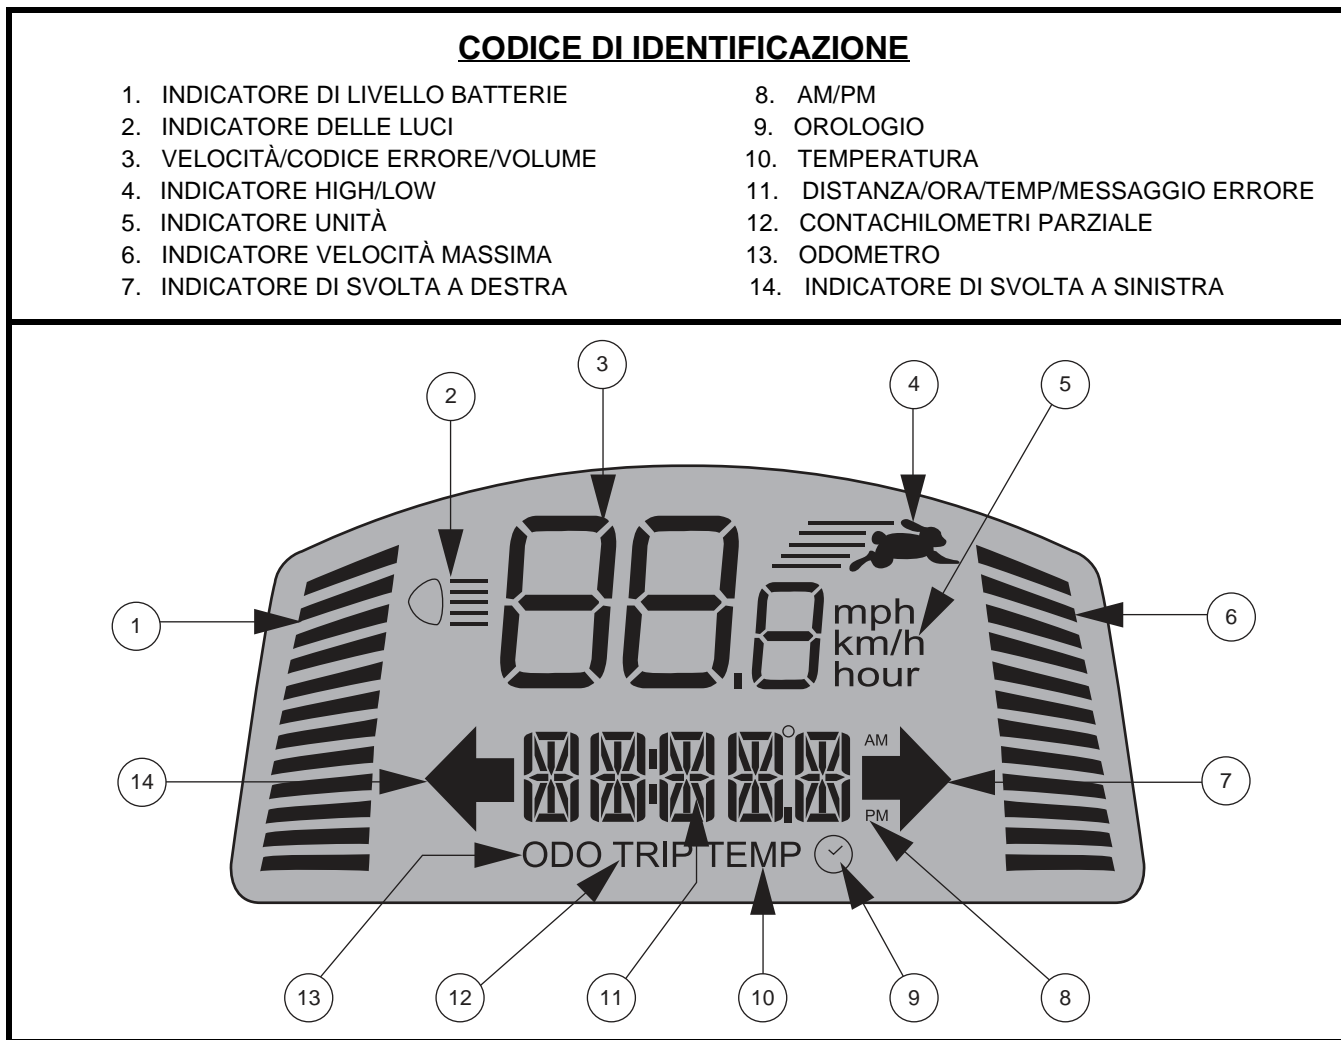

Figura 4. Schermo LCD
- Premere una volta il pulsante **High-Low** per impostare la velocità sulla regolazione alta. L'indicatore High-Low viene visualizzato sullo schermo LCD. **Vedere figura 4.** L'uso di questa impostazione insieme ai pulsanti di regolazione della velocità consente allo scooter di raggiungere la velocità massima pre-programmata.
Questi pulsanti di regolazione consentono di pre-selezionare e limitare la velocità dello scooter. Questa è indicata nell'apposito indicatore di velocità massima sullo schermo LCD. **Vedere figura 4.**
*NOTA: Maggiore è il numero delle barre illuminate all'interno dell'indicatore di velocità massima, maggiore sarà la velocità massima pre-selezionata. Vedere figura 4.*
Il pannello di controllo LCD offre comode informazioni intuitive tramite lo schermo LCD. **Vedere figura 4.** Lo schermo LCD si utilizza anche per l'attivazione delle diverse impostazioni del pannello di controllo. **Vedere grafico 1.**